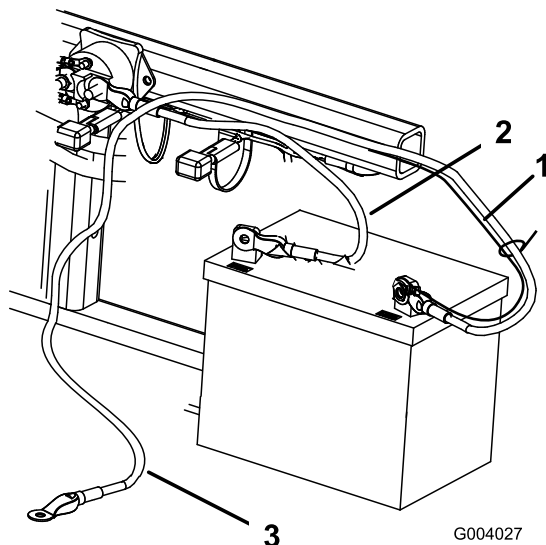

図 5
ト（1/4 x 5/8 inch）とロックナット（1/4 インチ）を使って取り付ける（図 5）。
- ボルト（1/4 x 5/8 inch）とロックナットで、赤いプラス（+）ケーブルをバッテリーのプラス（+）端子に固定する（図 5）。